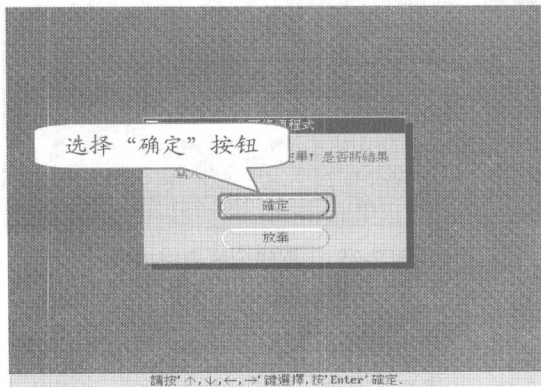

图 7-20 提示用户是否将结果写入分区表
步骤③ 单击“保留”按钮，程序继续搜索丢失的分区，搜索完成后，弹出如图 7-20 所示的对话框，提示用户是否将结果写入分区表中。